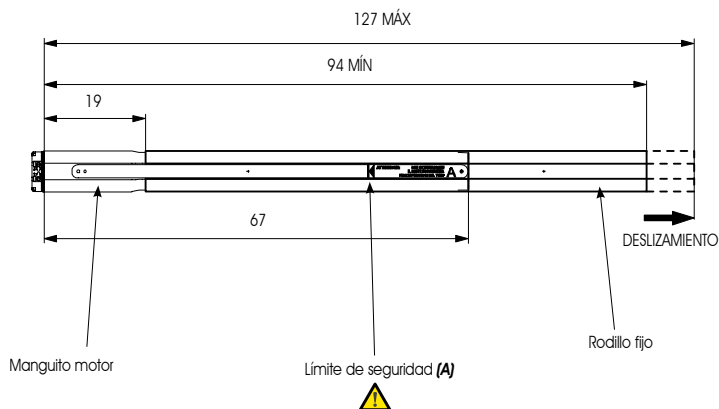

Fig. 9
Para obtener la medida máxima, extraiga el rodillo fijo del manguito motor hasta el límite de seguridad marcado en la pletina. (Fig. 9 ref.A) (Longitud del rodillo 127 cm)
- ⚠ CUANDO DESLICE EL MANGUITO MOTOR HACIA EL EXTREMO EXTERNO DEL RODILLO FIJO, PRESTE ATENCIÓN A NO SOBREPASAR NUNCA EL LÍMITE DE SEGURIDAD (Fig.9 ref.A)**